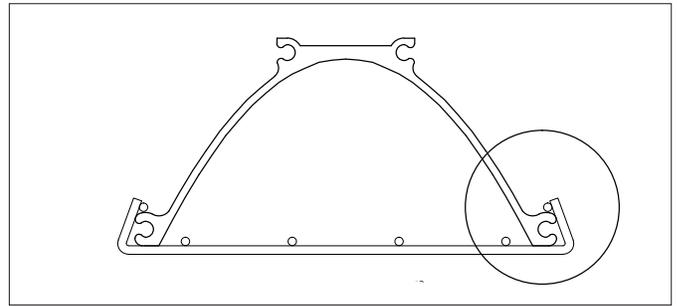
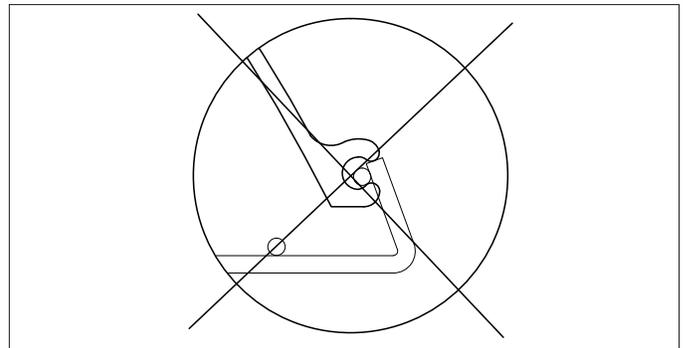

Figure 3 – Protecteur en fil métallique correctement installé
Figure 4 – Protecteur en fil métallique incorrectement installé
9. Suivre la procédure ci-après, réf. Fig. 3, pour un tube ou lampe de quartz lors de l'installation:
10. Le protecteur en fil métallique (au besoin) doit être installé conformément à la Figure 3 et Figure 4, page 10